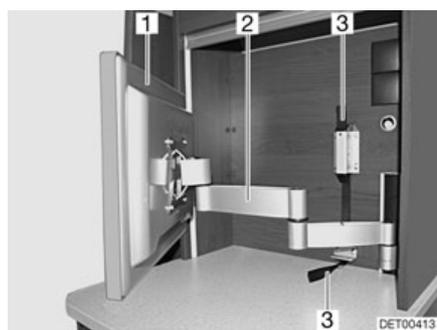

Fig. 67 Ecran plat à bras articulé
- Tirer sur le ruban textile (Fig. 67,3) pour déverrouiller le bras articulé (Fig. 67,2).
- Faire pivoter l'écran plat (Fig. 67,1) dans la position désirée.